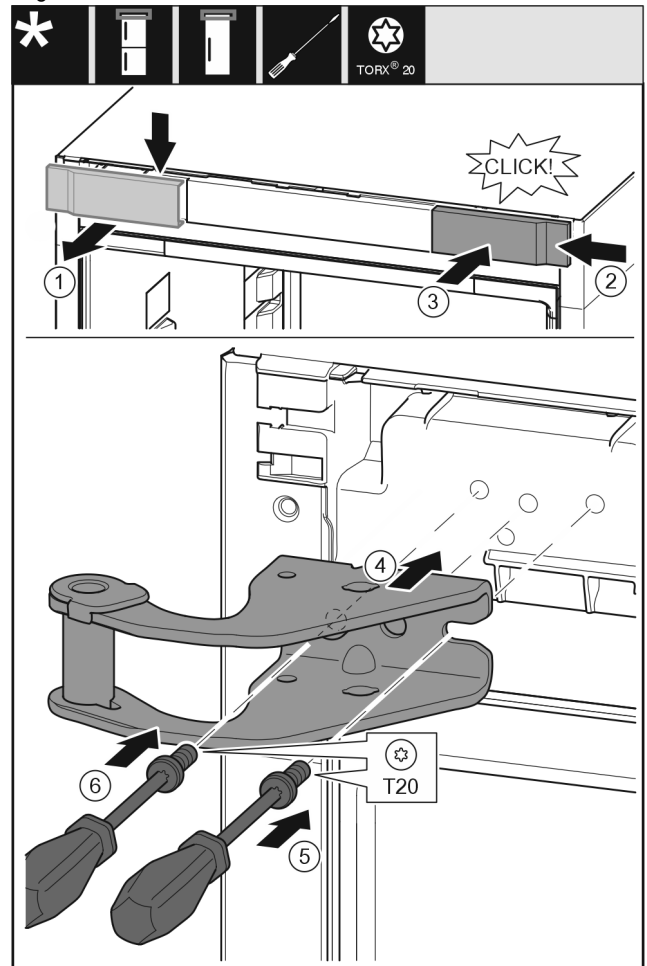

Fig. 9
- ▶ Abdeckung von oben nach vorne abnehmen. Fig. 9 (1)
- ▶ Abdeckung um 180° gedreht auf der anderen Seite von rechts einhängen. Fig. 9 (2)
- ▶ Abdeckung einrasten. Fig. 9 (3)
- ▶ Oberen Lagerbock ansetzen. Fig. 9 (4)
- ▶ Schraube mit Schraubendreher T20 ansetzen und festdrehen. Fig. 9 (5)
- ▶ Schraube mit Schraubendreher T20 einsetzen und festdrehen. Fig. 9 (6)